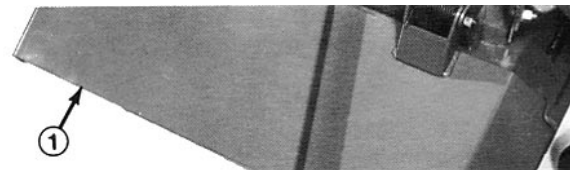
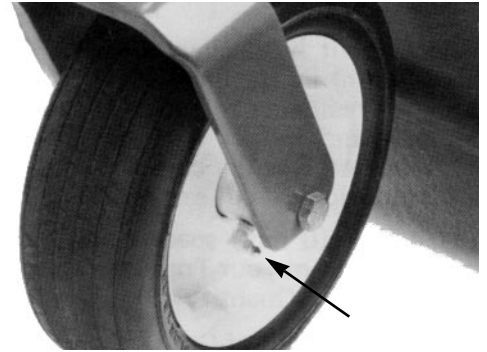

Figure 4
Figure 6
1. Les roulements et les manchons suivants de l'unité de coupe doivent être graissés: manchons de l'axe de pivot avant (Fig. 4); roulements des roues pivotantes ((Fig. 4 & 5); roulements des axes de lames (Fig. 6): articulations à rotule des bras de poussée droit et gauche (Fig. 6).
2. Abaisser l'unité de coupe pour que les roues pivotantes reposent sur une surface horizontale. Enlever le bouchon de contrôle (Fig. 6) sur le côté du boîtier d'engrenages et vérifier le niveau d'huile. Si le niveau est bas, enlever le bouchon de remplissage en haut du boîtier et faire l'appoint avec de l'huile pour engrenages SAE de viscosité 80-90 jusqu'à ce que le niveau atteigne la base du trou de contrôle.